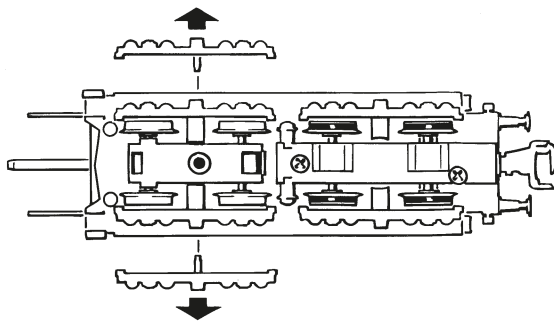

Fig. 11
Radstromkontakte können auf unsauberen Schienen leicht verschmutzen. Entfernen Sie **vorsichtig** mit einem kleinen Pinsel **den Schmutz** an den in Fig. 11 gekennzeichneten Stellen. Dazu das Lokgehäuse (Fig.8) bzw. die Drehgestellblenden abnehmen (Fig.10)
1. Cleaning of wheel contacts: Wheel contacts easily get dirty on tracks which are not entirely clean. Use a small brush to **remove dirt** from spots marked in fig. 11.
1. Schoonmaken van de wielcontacten: Verwijder dekplaat (Fig. 10) en verwijder met een penseel het vuil van in fig. 11 aangegeven plaatsen.
1. Nettoyage des lames de contact aux roues: Les lames de contacts risquent de s'encrasser rapidement sur des voies poussiéreuses. Veuillez **enlever la poussière** aux endroits marqués à la fig. 11 à l'aide d'un petit pinceau souple.